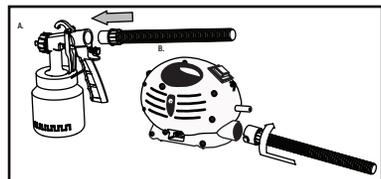

Figura 4
- Montar el tubo flexible de aire en el empalme del equipo y del mango de la pistola (figura 4)